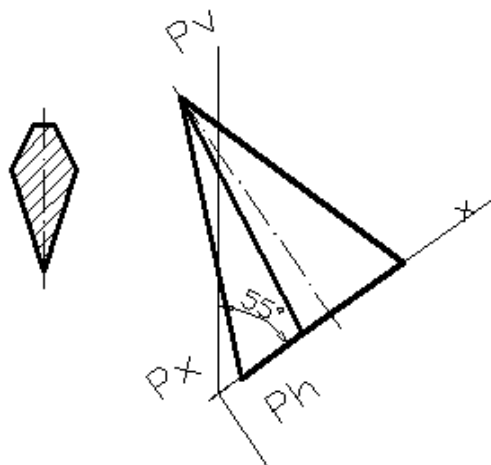

Рис.25
**Вращаем сечение вокруг оси «Z» на 90° (рис.25).**
**Выполняем штриховку сечения (рис.25).**
**Проводим ось симметрии сечения (рис.25) .**